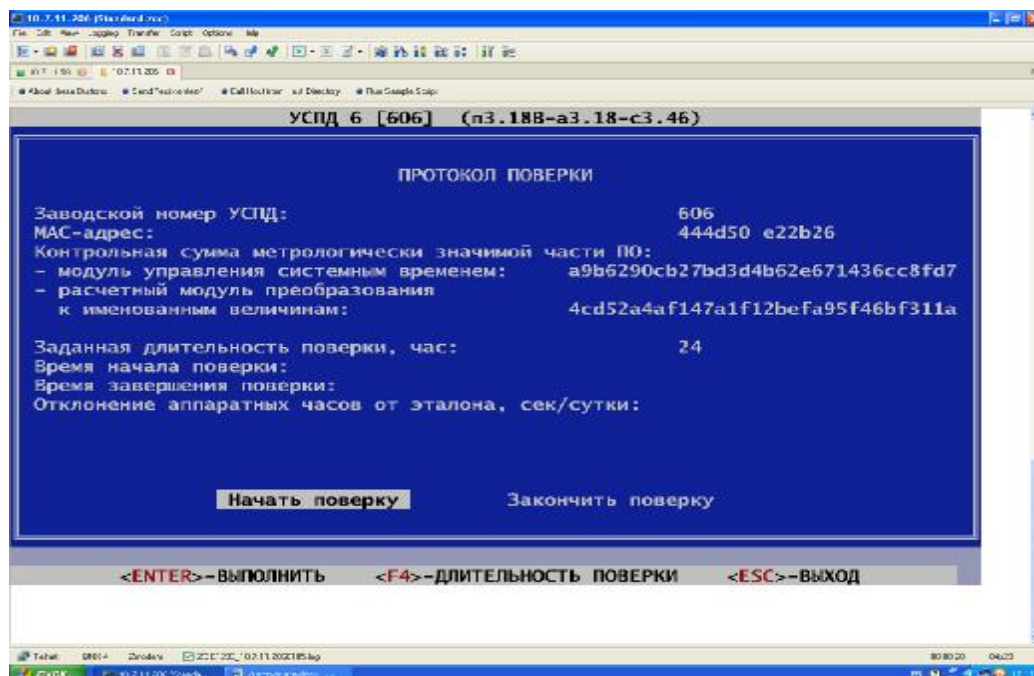

Рисунок 2
6.3.6. Прочитать и записать в протокол поверки контрольные суммы метрологически значимых частей ПО (см. рисунок 2.) и сличить их с записями в формуляре на RTU-325S. При периодической поверке прочитать и записать в протокол данные по предыдущей поверке: время проведения и абсолютную погрешность хода встроенных часов за сутки.